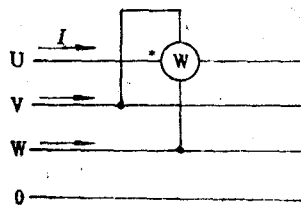

图 1-6
3. 用单相功率表测无功功率 在对称三相电路中, 采用一只单相功率表测量三相无功功率, 与测量有功功率不同的是把UVW加在功率表的电压支路上, 其联接方法如图1-6所示。这时, 实际三相功率就是该测得值乘以3。